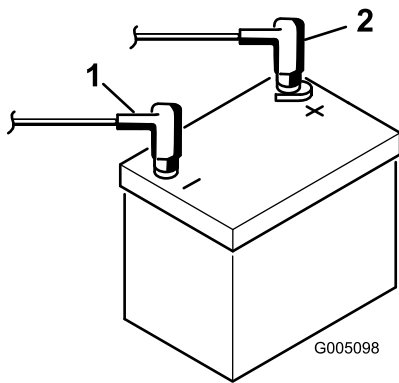

Figura 8
- Instale o cabo positivo (vermelho) no terminal positivo (+) e o cabo negativo (preto) no terminal negativo (-) da bateria e fixe-os com os parafusos e as porcas (Figura 8). Coloque a proteção de borracha sobre o terminal positivo para evitar um curto-circuito.